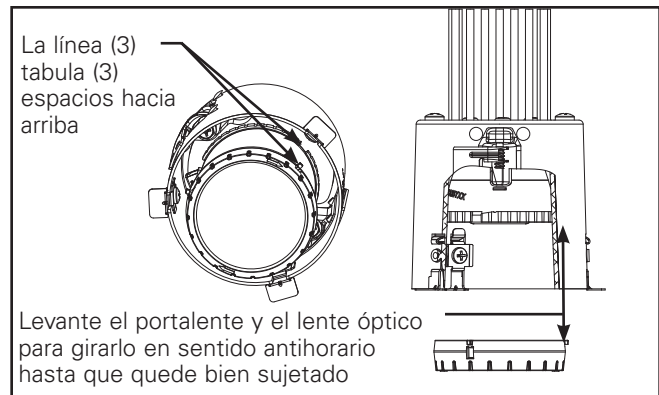

Figura 6
9. Si desea un lente de enfoque suave, use el kit de accesorios incluido, refiérase a la figura 6 para la instalación.